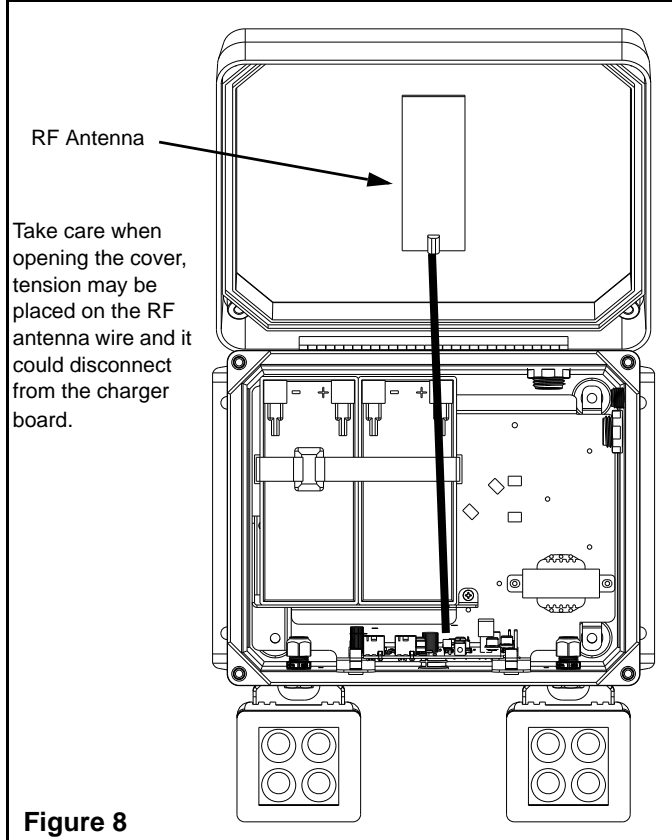

Figure 8
- a. NEXUS wireless (-NEXRF): the equipment has the antenna installed inside the housing (Figure 8).
a. NEXUS sans fil (-NEXRF): l'antenne de l'équipement est installée à l'intérieur du boîtier (Figure 8).